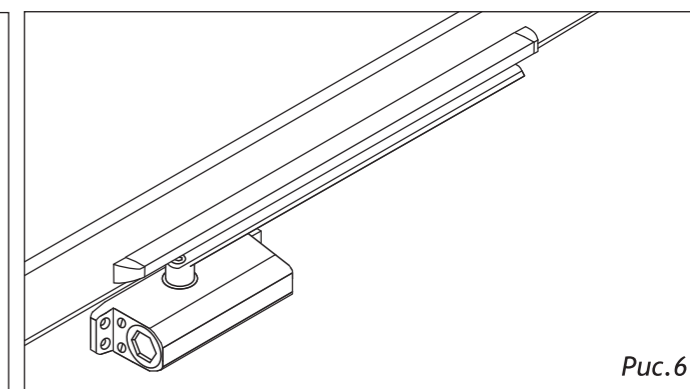

Рис.6
6. Доводчик в собранном виде показан на (рис. 6);